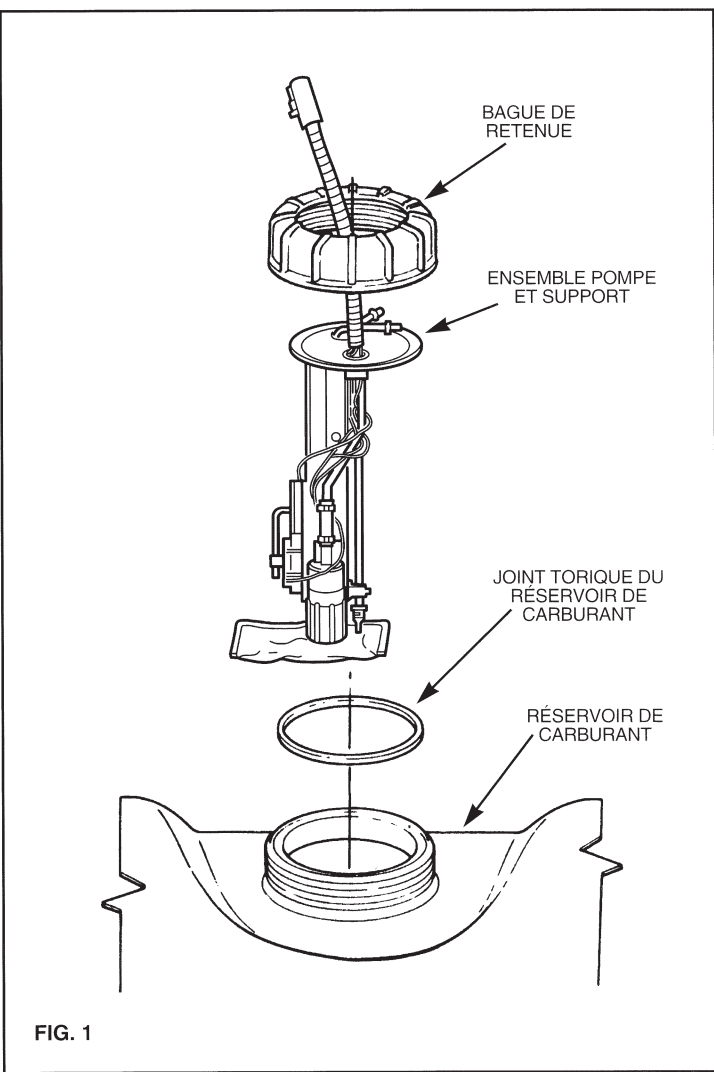

FIG. 1
M) Installer le nouveau joint de réservoir dans la rainure du réservoir de carburant. (Voir Fig. 1).